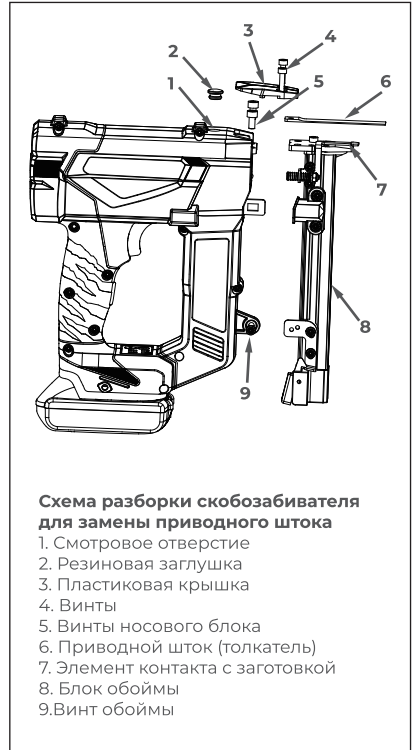

РИС. 8
4. Снимите резиновую заглушку с корпуса (смотровое отверстие Рис. 8, п. 1).